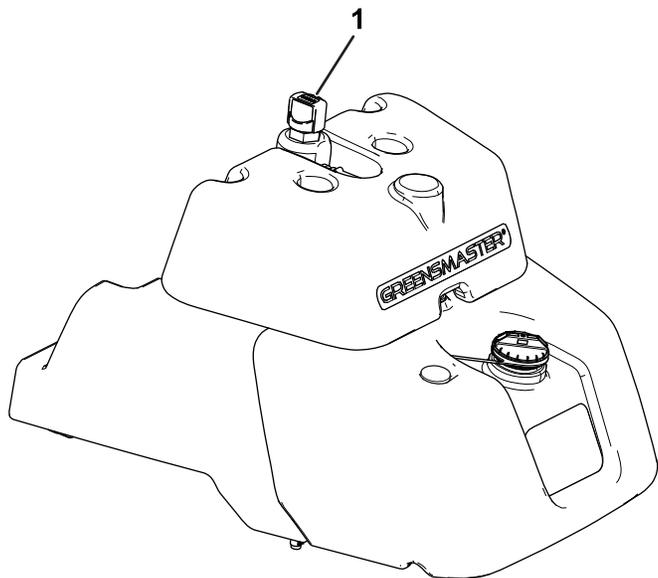

図 40
- メインの油圧オイルタンクに油量確認窓がついていない場合は、リークディテクタのタンク上部にあるディップスティックを探し出し 図40ステップ3に進んでください。